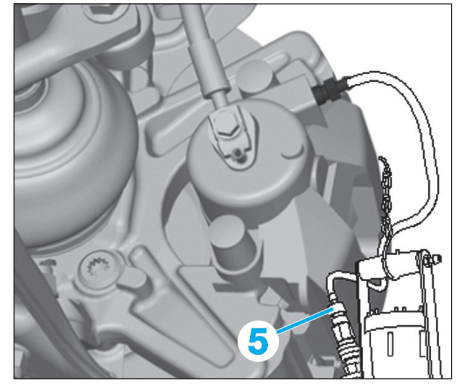

FIG. 28
- Brancher le flexible d'aération du flacon de purge (5) sur la vis de purge de l'étrier de frein avant gauche (Fig.28).